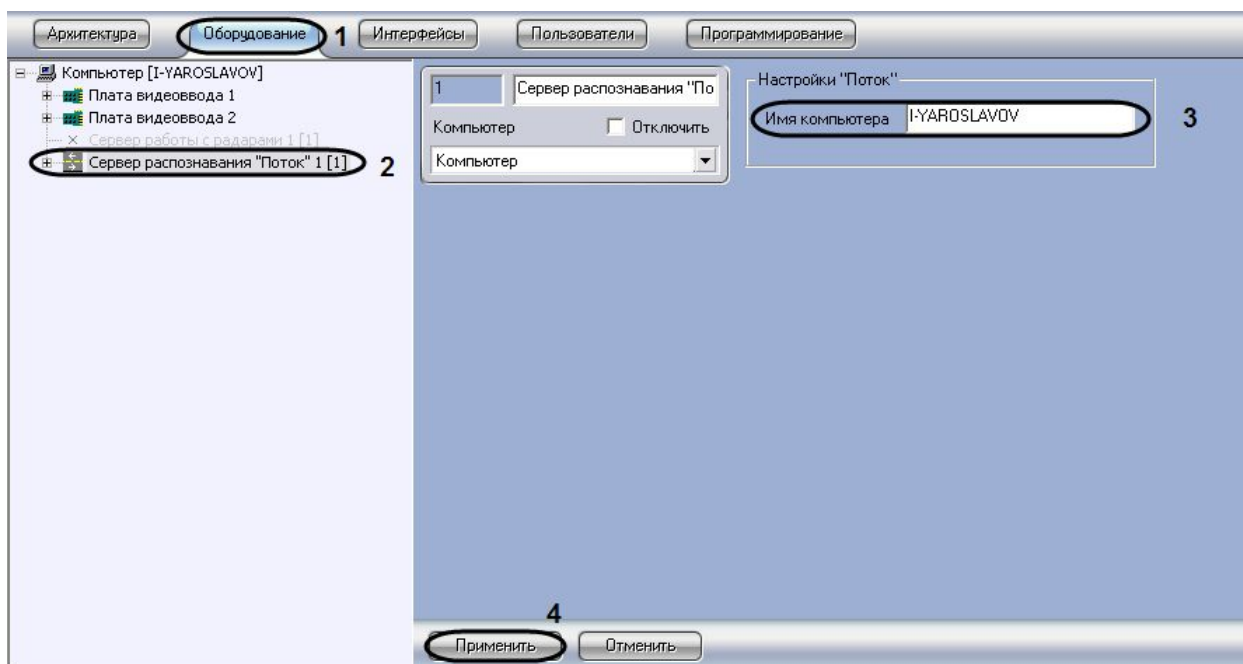

Рис. 7.3.4-1 Указание сетевого имени сервера Rossi «Поток»
1. В диалоговом окне «Настройка системы» перейти на вкладку «Оборудование» (см. Рис. 7.3.4-1, 1).
2. В дереве объектов на вкладке «Оборудование» выбрать объект «Сервер распознавания «Поток»», соответствующий настраиваемому программному модулю «Поток» (см. Рис. 7.3.4-1, 2). В правой части вкладки «Оборудование» отобразится панель настройки выбранного объекта.
3. Указать имя компьютера, на котором установлен комплекс Rossi «Поток» (см. Рис. 7.3.4-1, 3).
4. Нажать кнопку «Применить» (см. Рис. 7.3.4-1, 4).